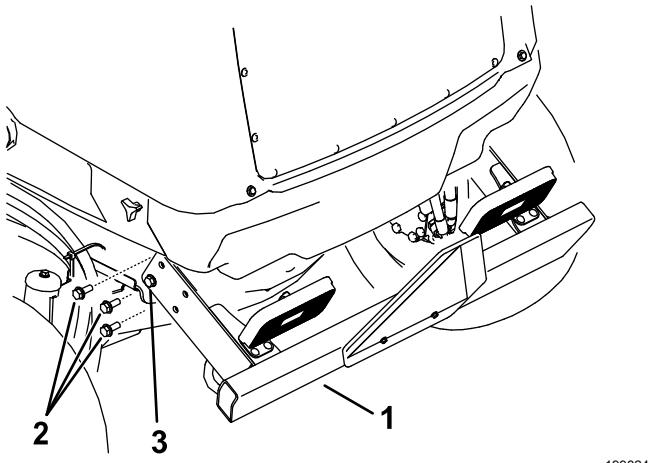

Figure 79
- Retirez les 3 vis à embase de chaque côté du pare-chocs arrière, comme montré à la Figure 79.
6. Levez le pare-chocs arrière en position et insérez les vis à embase. Serrez toutes les vis à embase qui fixent le pare-chocs arrière au cadre (Figure 79).